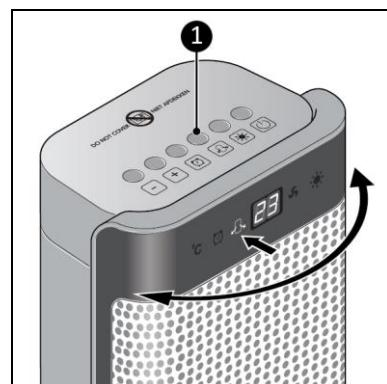

Figura 9
1. Apăsați butonul pentru baleiere de pe dispozitiv (Figura 9, poz. 1) sau de pe telecomandă. Indicatorul luminos pentru baleiere se aprinde. Unitatea se rotește de la stânga la dreapta, într-un unghi de 90°.